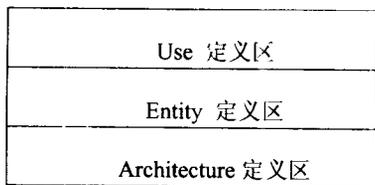

图 1-3 VHDL 程序基本结构
实际上并不是像上一节所列出来的 VHDL 语法结构，得将全部的语法方块都写出来才可以，通常图 1-3 结构才是基本和必需的。这也是本书里大部分范例程序所采用的结构。
1. 整个程序的结构应如图 1-3 表示（VHDL 的程序是不分大小写字母）。